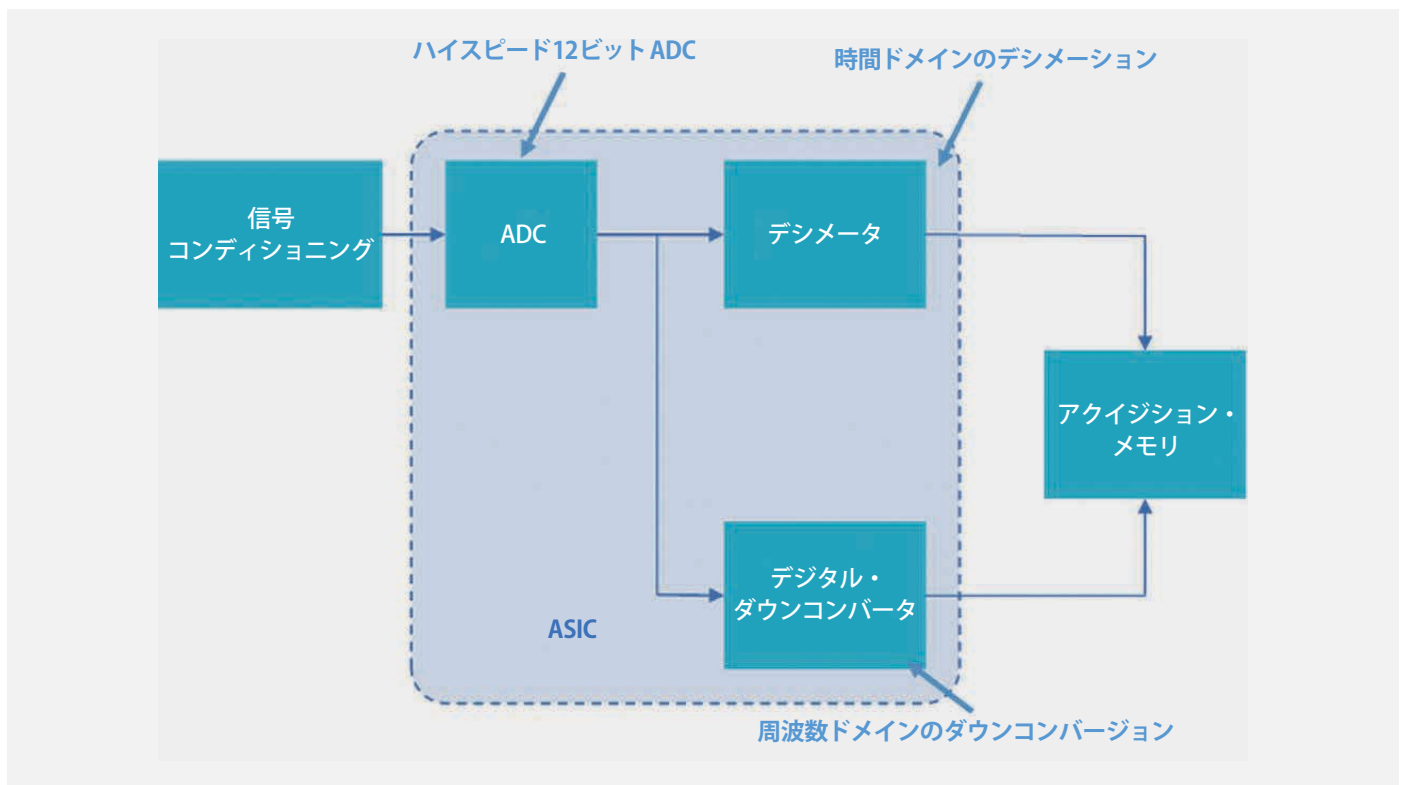

図2. テクトロニクスの4、5、6シリーズMSOは、カスタムASICで実装されたデジタル・ダウンコンバータにより、波形とスペクトラムを独立に設定しながら、同時に観測できる。
4、5、6シリーズMSOでは、各FlexChannelの入力部、カスタムASIC内に12ビットのADCがあります。図2に示すように、それぞれのADCは2つの経路で高速のデジタル・データを送ります。1つの経路はハードウェアによるデシメータであり、時間ドメインのサンプルを保存するレートが決まります。もう一つの経路はデジタル・ダウンコンバータであり、同様にハードウェアで実装されています。このアプローチにより、時間ドメインと周波数ドメインの取込設定が独立して行え、信号の波形表示、スペクトラム表示の両方が最適に行えます。また、有限であるオシロスコープのレコード長をより効率的に利用できます。